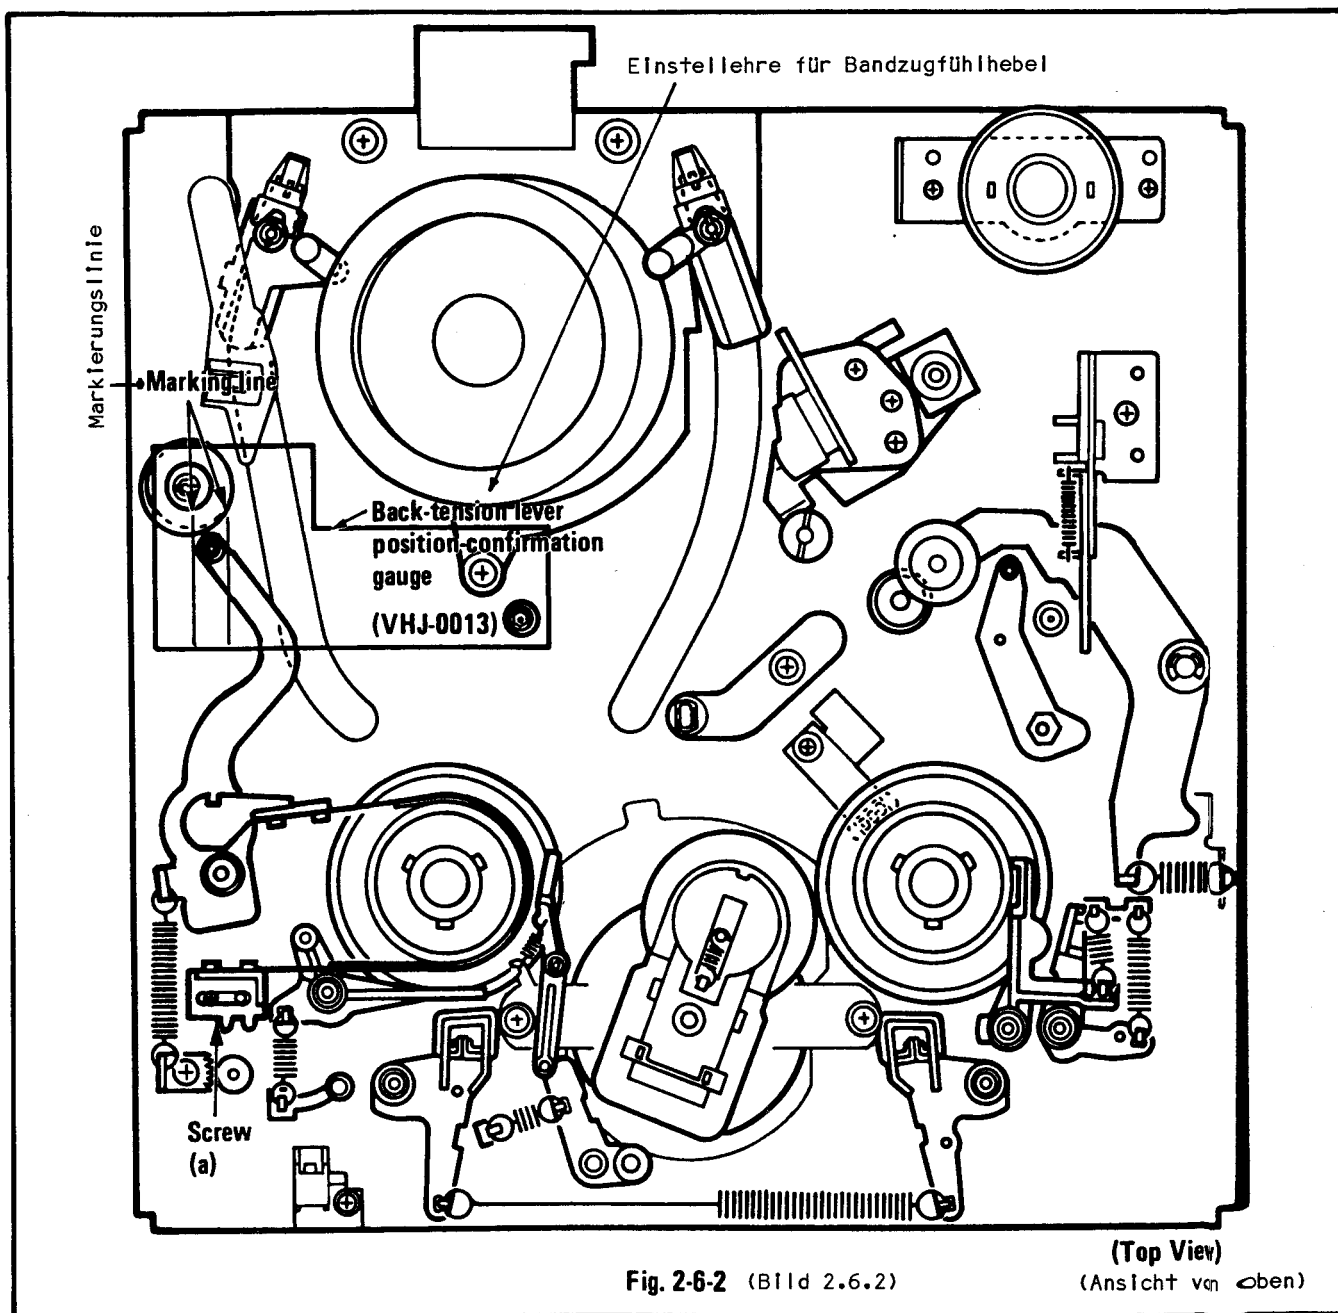

Fig. 2-6-2 (Bild 2.6.2)
2.6.2 Einstellen des Banzugföhlhebels, Bild 2.6.2
2.6.2 Back-Tension Lever Positioning, Fig. 2.6.2